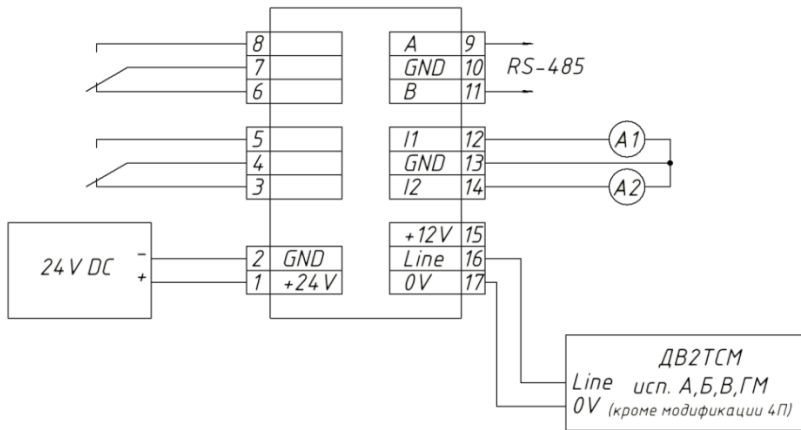
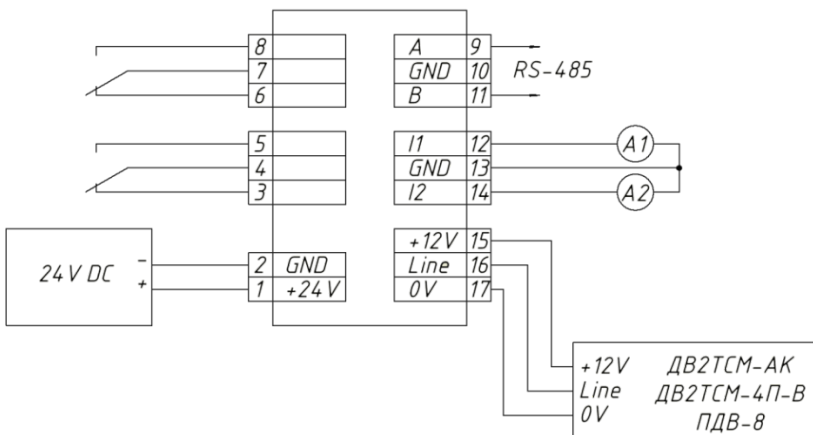

Рис.3. Двухпроводная схема подключения измерительных преобразователей к блоку индикации.
Рис.4. Трехпроводная схема подключения измерительных преобразователей к блоку индикации.
5.4. В зависимости от модификации измерительные преобразователи подключаются к блоку индикации двухпроводным (рис.3) или трехпроводным (рис.4) кабелем (см. таблицу 4).